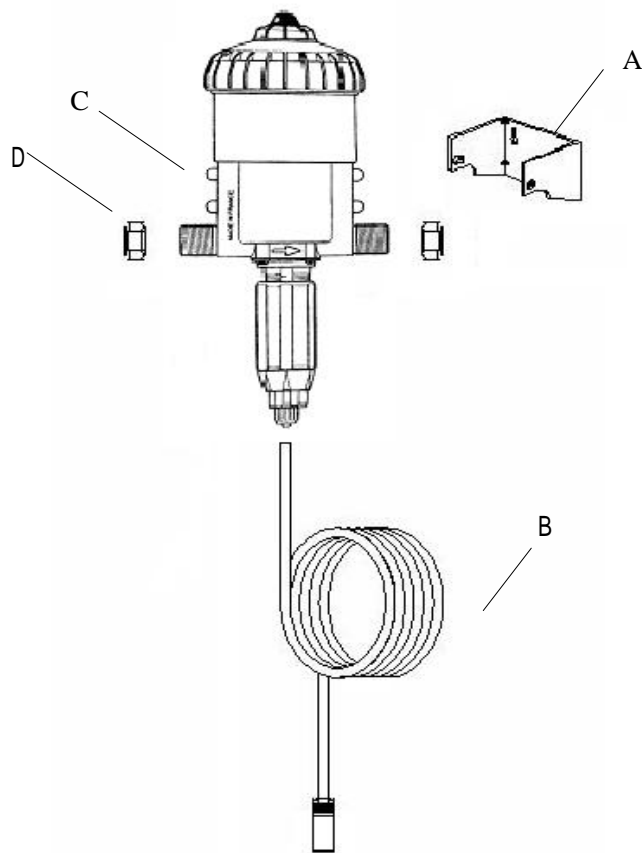

图 1
- 一个墙壁安装架（图 1-A）
- 一根带滤筒的吸管（图 1-B）
- 将安装架固定到墙壁上，保持水平；将比例混合器卡进安装架中：将比例混合器壳体侧边的凸缘（图 1-C）装入支架的相应孔中，并将安装架的臂掰开直至另一个凸缘“咔嗒”一声进入相应的孔中。
- 为确保比例混合器的清洁，管口均配有塑料管帽（图 1-D），接入供水之前，先卸下这些管帽。